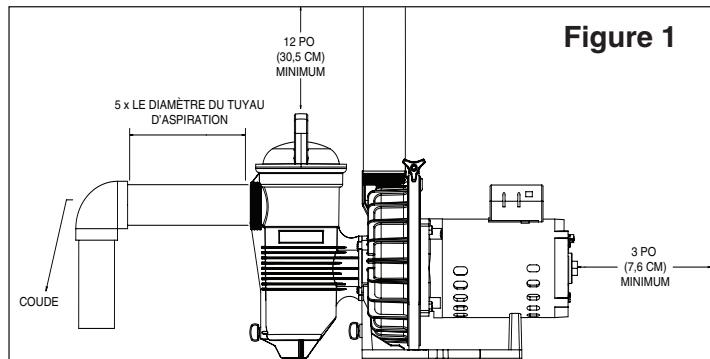

Figure 1
6. Installer la pompe avec un dégagement d'eau au moins 7,6 cm (3 po) à l'arrière pour permettre le retrait facile du moteur pour son entretien et sa réparation. Un dégagement vertical de 30,5 cm (12 po) est requis pour permettre le retrait du panier-filtre. Voir **Figure 1**.
6. Pour la plupart des installations que Pentair recommande installer une vanne sur les deux l'aspiration de la pompe et retournent les lignes afin que la pompe peut être isolée au cours de l'entretien de routine. Cependant, nous recommandons aussi qu'une vanne, un coude ou té installé dans le tuyau d'aspiration doit être au moins à l'avant de la pompe cinq 5 fois le diamètre de la conduite d'aspiration. Voir **Figure 1**, à la page précédente.